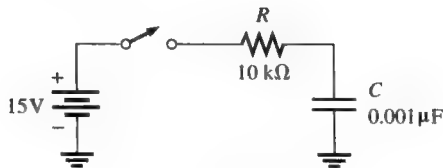

图 9-67
27. 在图 9-67 所示的电路中, 电容器初始未充电, 求开关闭合后下列时间的电容器电压。
42. 在图 9-67 中 C 充电到 8V 需要多长时间?